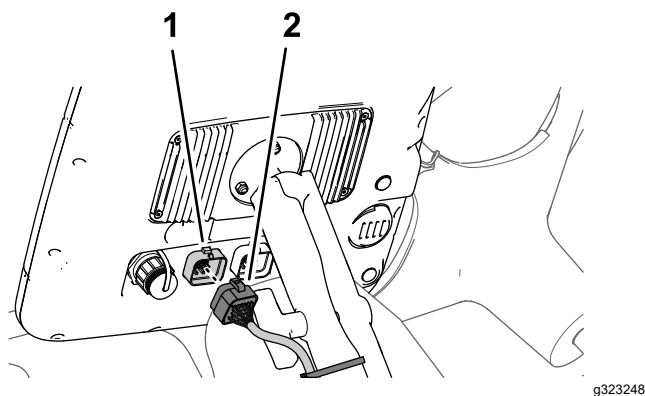

Figura 14
4. Alinee el conector hembra de 26 vías de la rama del arnés de datos con el conector de 26 pines del monitor de fumigación y presione el conector hembra contra el conector macho hasta que el conector se enganche firmemente (Figura 14).